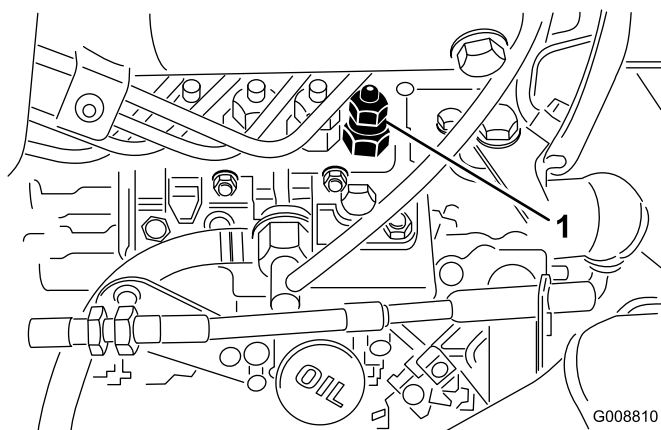

Bild 55
1. Lockern Sie den Rohranschluss an der Einspritzdüse Nr. 1 und am Halter an der Einspritzpumpe (Bild 55).